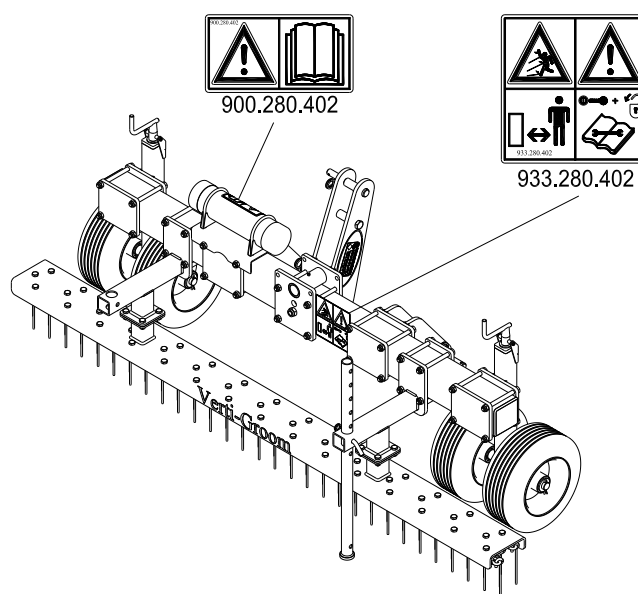

Fig. 5
La Verti-Groom porte de part et d'autre (Fig. 5) des autocollants de sécurité (Fig. et sur le capot arrière. 2,3,4) de signification similaire. Ces autocollants doivent toujours rester bien visibles et lisibles. En cas de détériorations, les remplacer.
- (7) Emplacement des autocollants de sécurité. (Fig. 5)